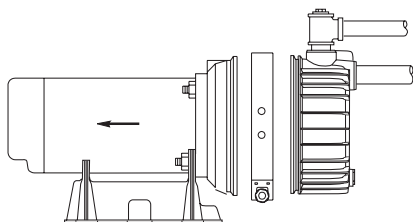

Figure 19 – Glisser le moteur vers l'arrière
Il n'est pas nécessaire de débrancher la pompe ni les tuyauteries pour réparer ou remplacer le moteur ou le joint (se reporter à la Figure 19). Si l'on remplace le moteur, remplacer également le joint de son arbre. Toujours garder un joint d'avance.
2. Déposer le collier de serrage (se reporter à la Figure 19).
3. Déposer les boulons de fixation de la pompe sur le socle. Le moteur et la moitié arrière de la pompe peuvent maintenant être éloignés de la moitié avant de la pompe (se reporter à la Figure 19). **PRUDEMENT**, déposer le joint torique.